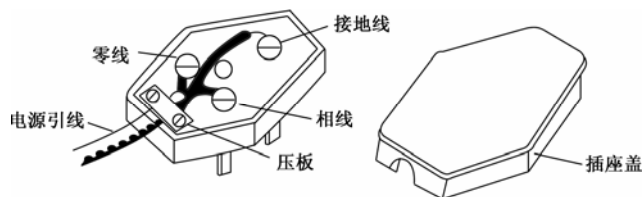

图 7-11 三极插座的结构
① 接地支线与接地干线、电气设备连接时，可采用电焊焊接，也可以用螺栓连接，要求连接处接触良好，并且牢固可靠。
② 每一台电气设备都必须用单独的接地支线与干线连接，不能多台设备共用一根接地支线，也不能将多台设备的接地支线连接到接地干线的同一连接点上。
③ 若安装位置易被接触，应选用多股绝缘导线作为接地线。
④ 对于移动的电气设备（如冰箱、洗衣机），它们采用三极电源插头，如图 7-11 所示。